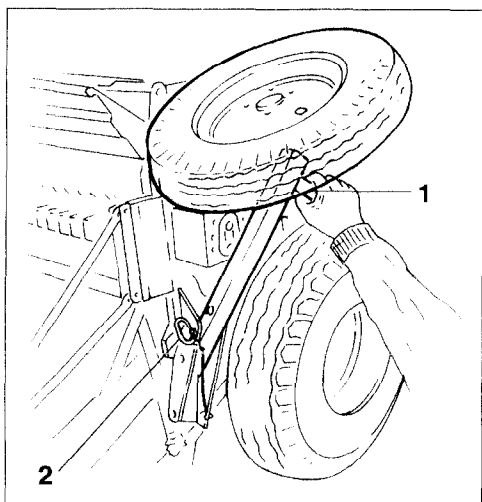

Fig. 20.11
- Saisissez fermement la roue de transport "gauche" par la poignée (fig. 20.11/1).
- Retirez la goupille et l'axe (fig. 20.11/2) puis faites basculer la roue vers le bas.
- Faites basculer vers le haut les roues de transport comme indiqué par les figures 20.11 à 20.13, fixez les en position avec leur axe et goupillez en sécurité.